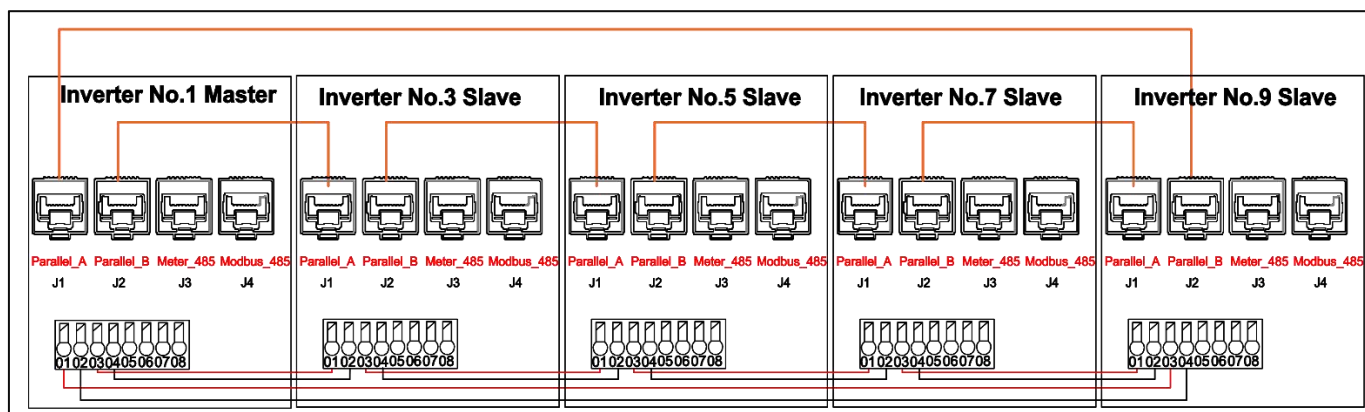

Figura 4.8 Conexão de cabo paralelo
- b) Por favor, verifique se a conexão do cabo paralelo está correta, conforme mostrado na Figura 4.8.